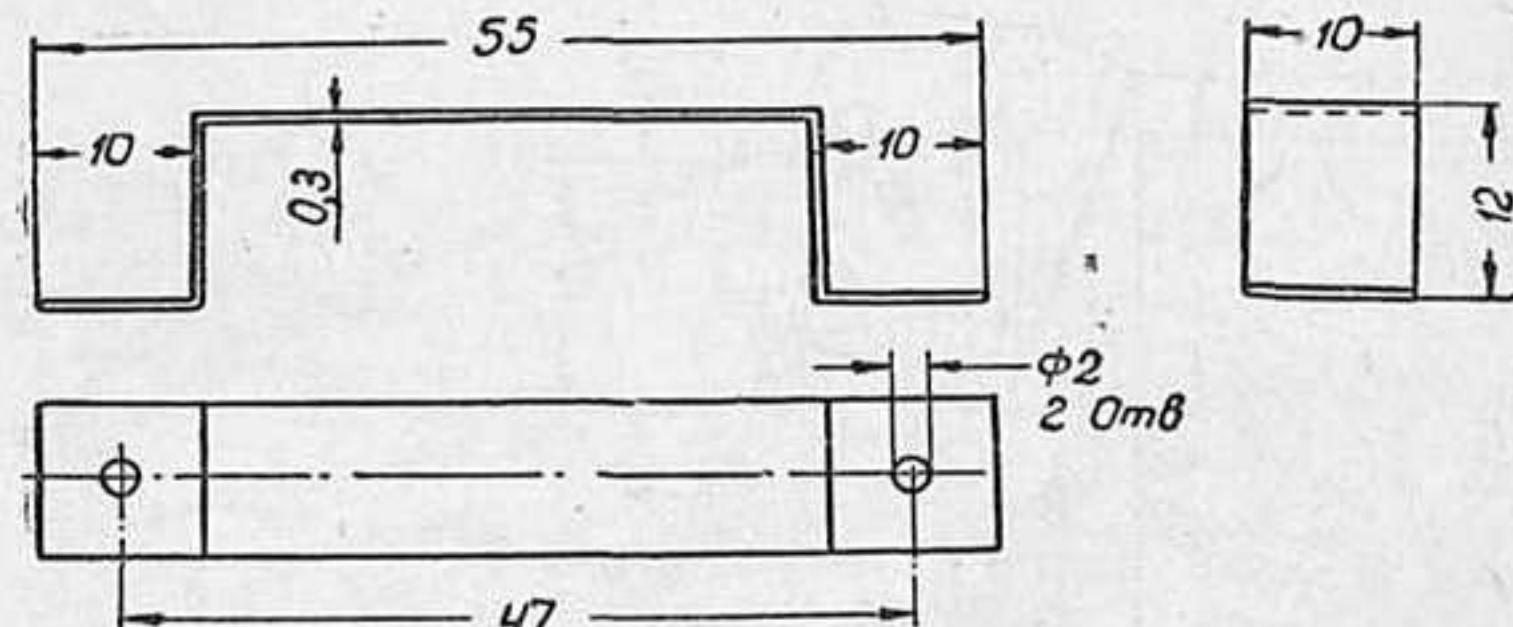

Рис. 48, дет. 7сб-1
**Стойка (7сб-1)** служит для крепления бачка к раме и изготавливается, как показано на рис. 48, из белой жести.